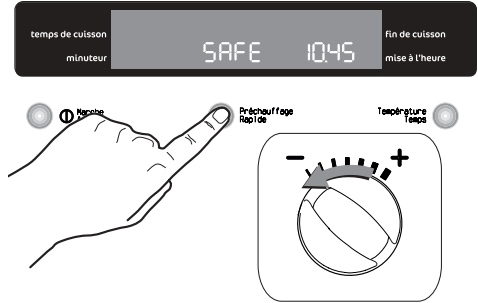

Fig. 13
1. Éteignez le four en appuyant sur la touche ①.
3. En même temps, appuyez sur la touche "Préchauffage Rapide" et maintenez-les pressées pendant au moins 3 secondes. L'indication 'SAFE' (Sécurité) est affichée sur l'écran tandis qu'un signal sonore retentit (Fig. 13).